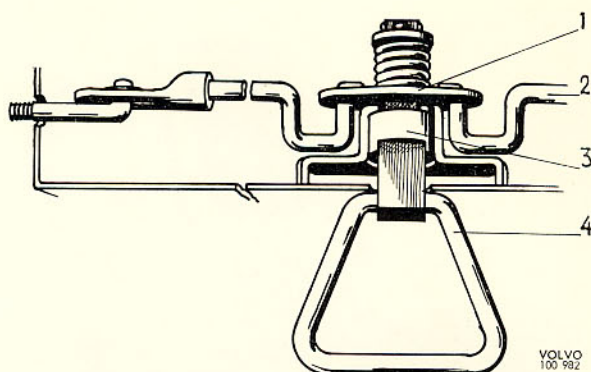

Bild 11. Spärranordning, baksäte Herrgårdsvagn
Ryggstödet består av en ryggplåt, som uppbär gummiband. Stoppning utgöres av skumplast och klädseln är textilturen vinyl. Ryggplåten är på baksidan försedd med matta och utgör i nedfällt läge förlängning av golvet i lastutrymmet. Ryggen spärras i uppfällt läge av en fjäderbelastad spärranordning, se bild 11, vars handtag (4) via en excenter (1) och dragstänger (2) påverkar låspinnarna. Ryggstödet vilar i nedre hörnen på dels en fast, dels (vänster sida) en fjädrande spärrtapp.